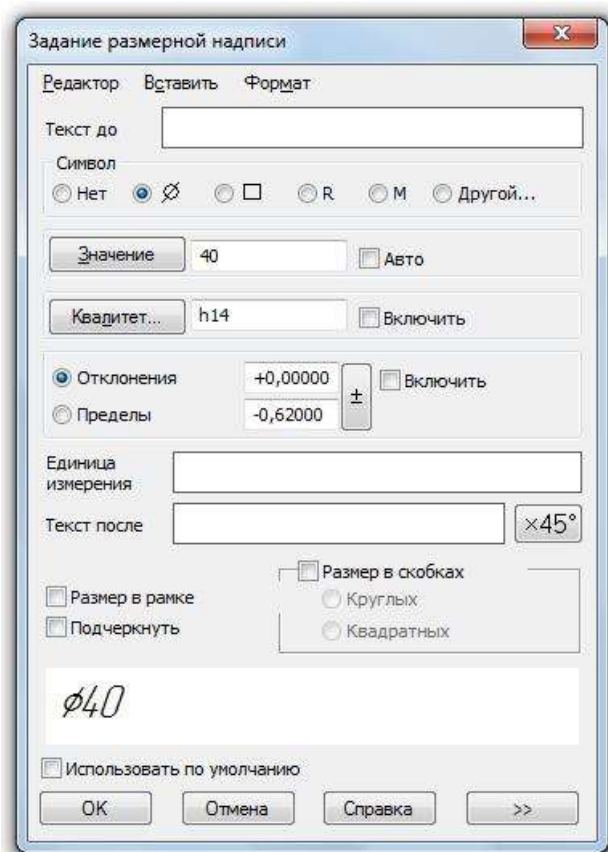

Рис. 4.18. Диалог задания размерной надписи линейного размера
- В нашем случае таких отверстий два, поэтому на вкладке **Размер** (рис. 4.12) щелчком **ЛКМ** в поле **Текст** вызовите диалоговое окно **Задание размерной надписи** (рис. 4.18).